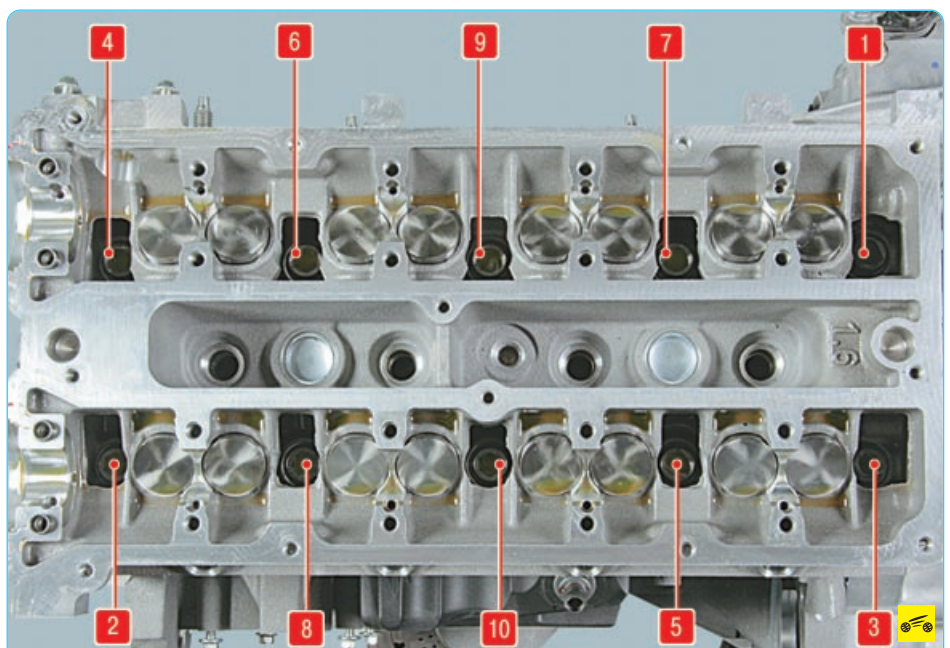

Рис. 5.16. Порядок ослабления затяжки болтов крепления головки блока цилиндров двигателей Duratec объемом 1,4 и 1,6 л
30. Ослабьте затяжку десяти болтов крепления головки блока цилиндров в порядке, показанном на рис. 5.16, а затем окончательно выверните болты и выньте их вместе с шайбами.